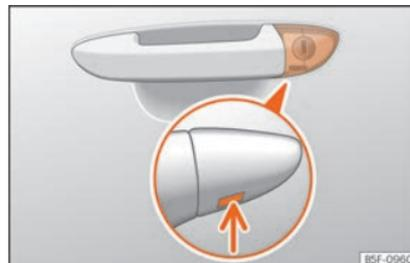

Fig. 5 Manecilla de la puerta del conductor: bombín de cierre oculto.
- Introduzca el espadín en la abertura inferior de la tapa de la manecilla de la puerta del conductor »» fig. 5 (flecha) y retire la tapa de abajo hacia arriba.